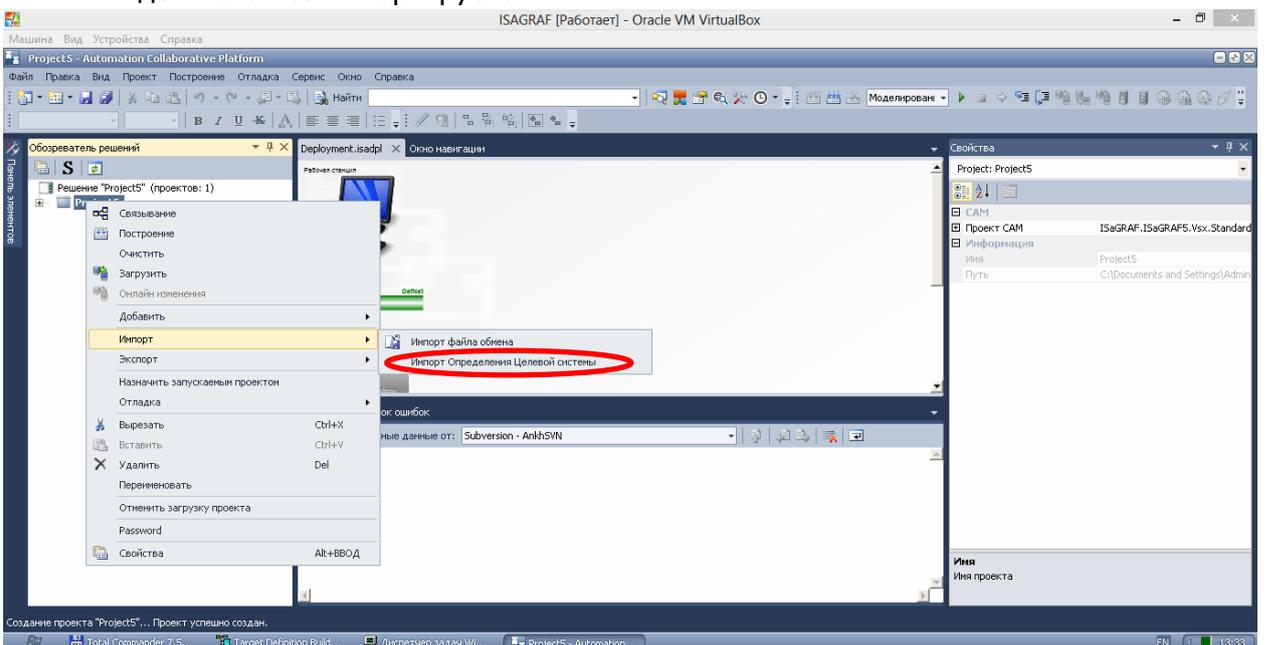

Рисунок 4. Импорт Определения Целевой системы.
5) Импортируем определение целевой системы. Для этого нажимаем правой кнопкой на названии нашего проекта и далее Импорт→Импорт Определения Целевой системы (рисунок 4), указываем место файла определения целевой системы AceLarge.tdb (находится на диске с данным руководством), нажимаем «ОК» и ждем пока все импортируется.